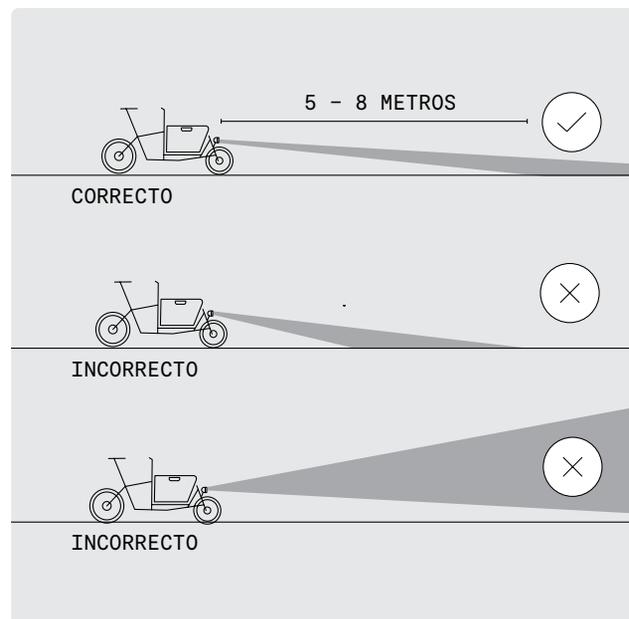

FIG. 51
→ Asegúrese de que el faro nunca esté inclinado, de modo que alumbre hacia arriba (fig. 51)
- 2 Alinee el faro de modo que el cono de luz llegue al suelo en un área de 5 a 8 m delante de la rueda delantera (fig. 51).